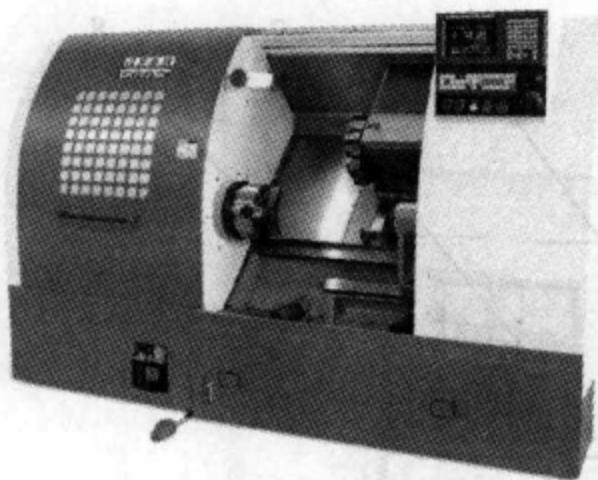

图 1-4 卧式数控车床
c. 数控车床 数控车床是一种用于完成车削加工的数控机床。通常情况下也将以车削加工为主并辅以铣削加工的数控车削中心归类为数控车床。如图 1-4 所示为经济型卧式数控车床。